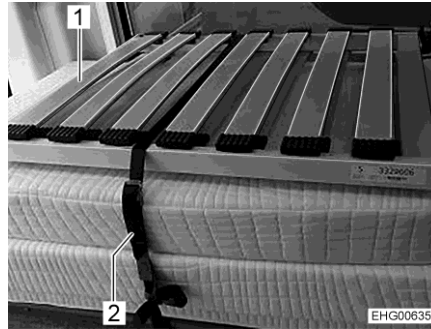

Fig. 37 Cama trasera (posición de transporte)
- Soltar el cinturón de retención (Fig. 37,2).
- Depositar los somiers (Fig. 37,1) uno detrás de otro encima del pasillo central (en los listones del armario inferior).
- Apilar los cojines y somiers sobre el armario inferior izquierdo del modo mostrado en Fig. 37.
- Retener los cojines y somiers con el cinturón de retención (Fig. 37,2). Para ello, pasar el cinturón de retención por las argollas previstas y colocarlo alrededor de los cojines y los somiers en forma de lazo.